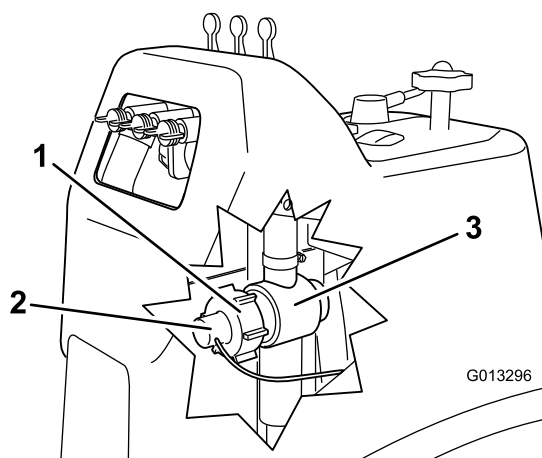

Bild 71
2. Nehmen Sie den Befestigungsdeckel vom Gehäuse des Durchflussmessers ab (Bild 71).